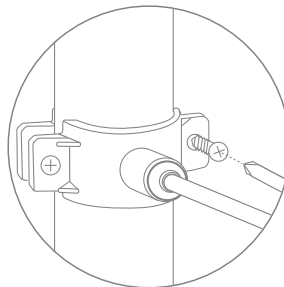

Рис. 24
- Прочно закрепите хомут (рис. 24) на дренажной линии с помощью винтов, одновременно совмещая отверстие в штуцере и дренажной линии. Винты крепления необходимо затягивать равномерно (без перекоса), чтобы обе части хомута располагались параллельно.